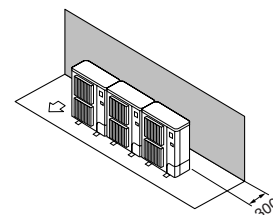

Fig. 2-8
- ① Εμπόδια στην πίσω πλευρά μόνο (Fig. 2-8)